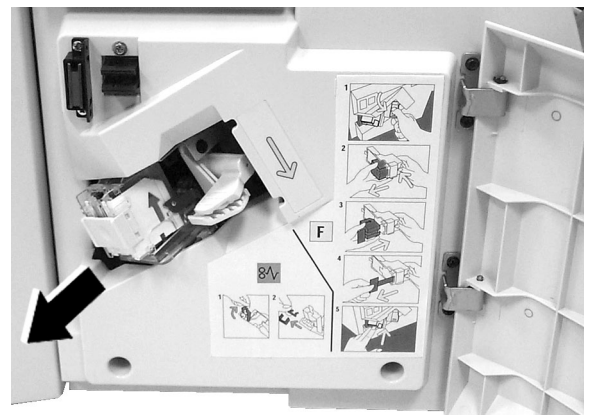

Figura 4: Como remover o Cartucho de Grampos
- 3 Levante o Cartucho de Grampos ligeiramente e remova-o do suporte de cartucho (Figura 4).